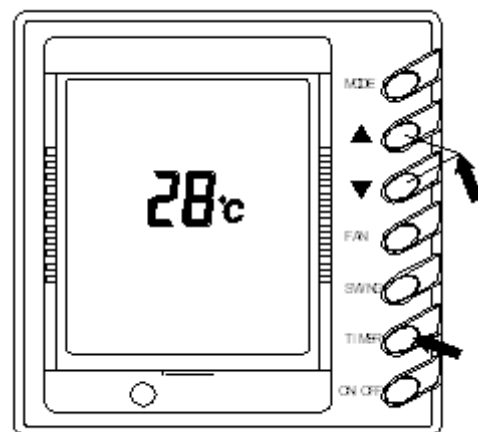

Рис. 2
1) Включение и выключение кондиционера (Рис. 2)
Внимание : На рис. 2 изображен дисплей пульта управления после включения питания, но ДО включения кондиционера. Когда подключено питания и провод пульта управления, то на дисплее отображается температура в помещении, независимо от того, работает кондиционер или остановлен. В данный момент на дисплее больше ничего не